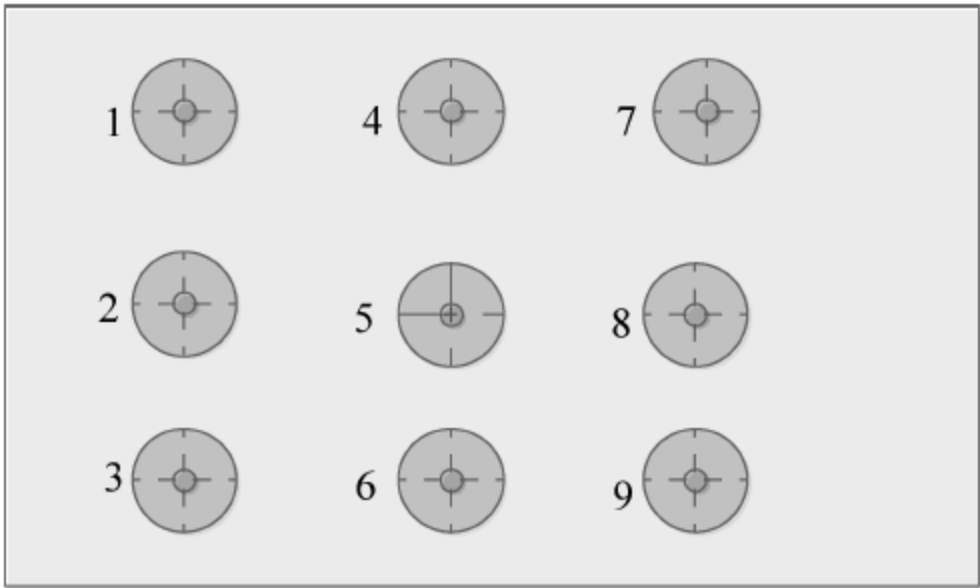
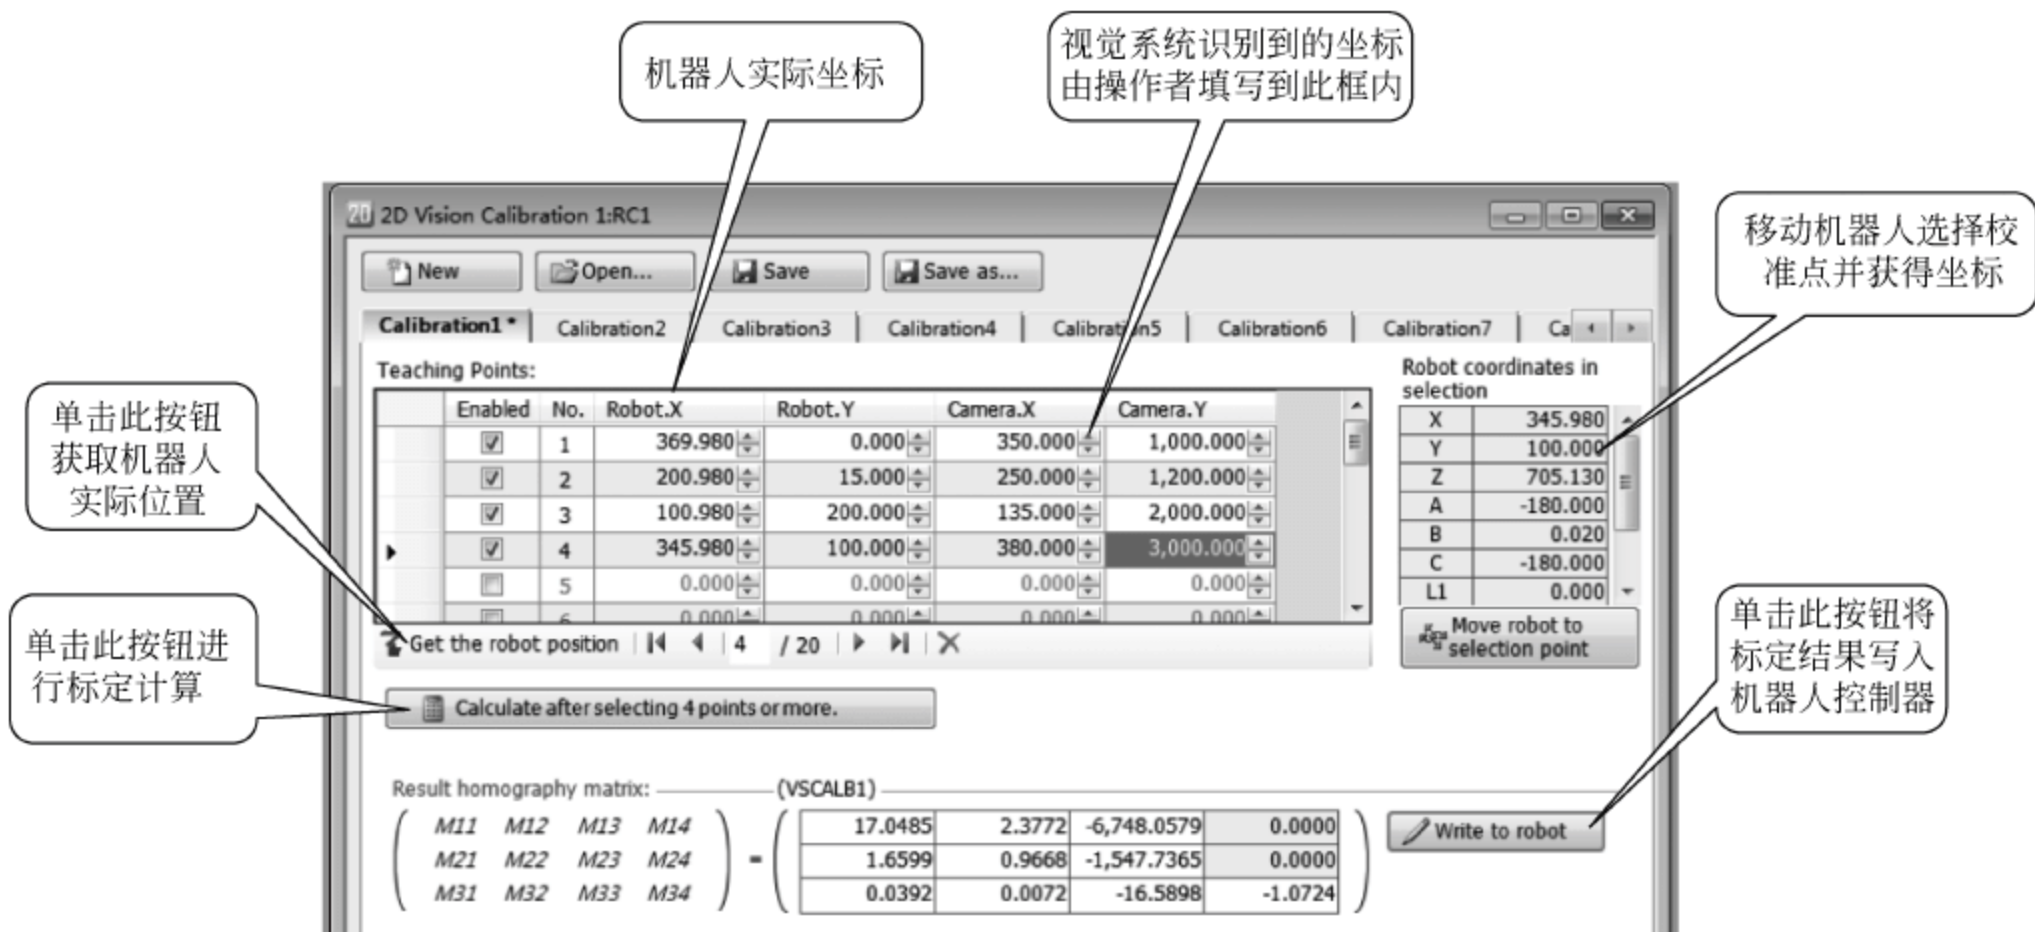

图 29-18 B 程序使用的标定板
图 29-20 RT 软件的 2D 标定界面
- (1) 在机器人上加装测针。
- (2) 制作标记板如图 29-18 所示。
- (3) 在 RT 软件中,设置“任务区 1”中为“B 程序”。
- (4) 检查与视觉系统的通信状态,保证通信正常。启动视觉系统。
- (5) 启动传送带。
- (6) 选择机器人“自动工作”模式。
- (7) 启动 B 程序(可使用 TB 单元)。
- (8) 放置“标记板”在传送带上使“标记板”通过视觉区一直运行到“机器人工作区”,在“机器人工作区”中部使传送带停止。
- (9) 由视觉系统获得标记板 4 个以上点位数据(如 1、3、5、7、9 点位)。
- (10) B 程序停止在 HLT 步。
- (11) 选择“手动模式”。
- (12) 通过示教获得 4 个以上的点位数据(例如 1、3、5、7、9 点位),全部记录在 RT 软件的 2D 标定界面,如图 29-20 所示。
- (13) 机器人 Z 轴上升。
- (14) 选择“自动模式”,启动 B 程序直到执行到 END 步。
- (15) 在 RT 软件的 2D-标定界面写入视觉系统检测获得的数据,进行标定并写入机器人。
(1) 打开 RT 软件，单击“维护”→2D，弹出如图 29-20 所示界面。